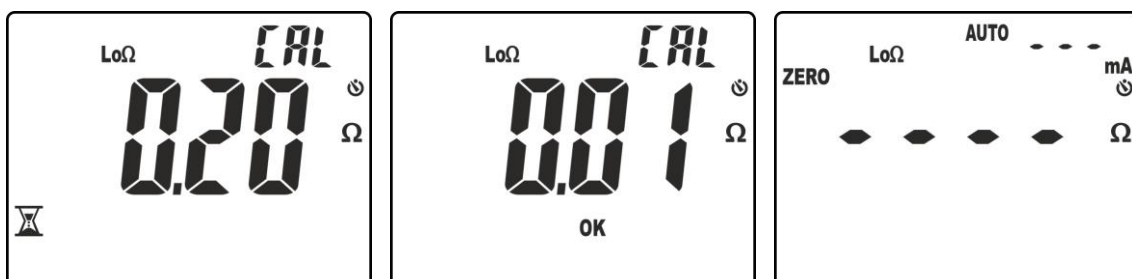

Fig. 33: Resultados puesta a cero realizada correctamente
4. El instrumento realiza la primera medida obteniendo la resistencia de los cables de prueba (ver la Fig. 33 – parte izquierda). Si tal valor compensado (ZERO) es $\leq 5.00\Omega$ lo mantiene memorizado y realiza la sucesiva verificación realizando una segunda medida y realizando la diferencia entre este nuevo valor y el compensado. Si tal valor resulta $\leq 0.01\Omega$ la calibración se confirma y el mensaje “OK” se muestra en pantalla (ver la Fig. 33 – parte central). Posteriormente el instrumento vuelve a la pantalla de medida con el mensaje “ZERO” presente en pantalla indicando la presencia de la compensación de los cables